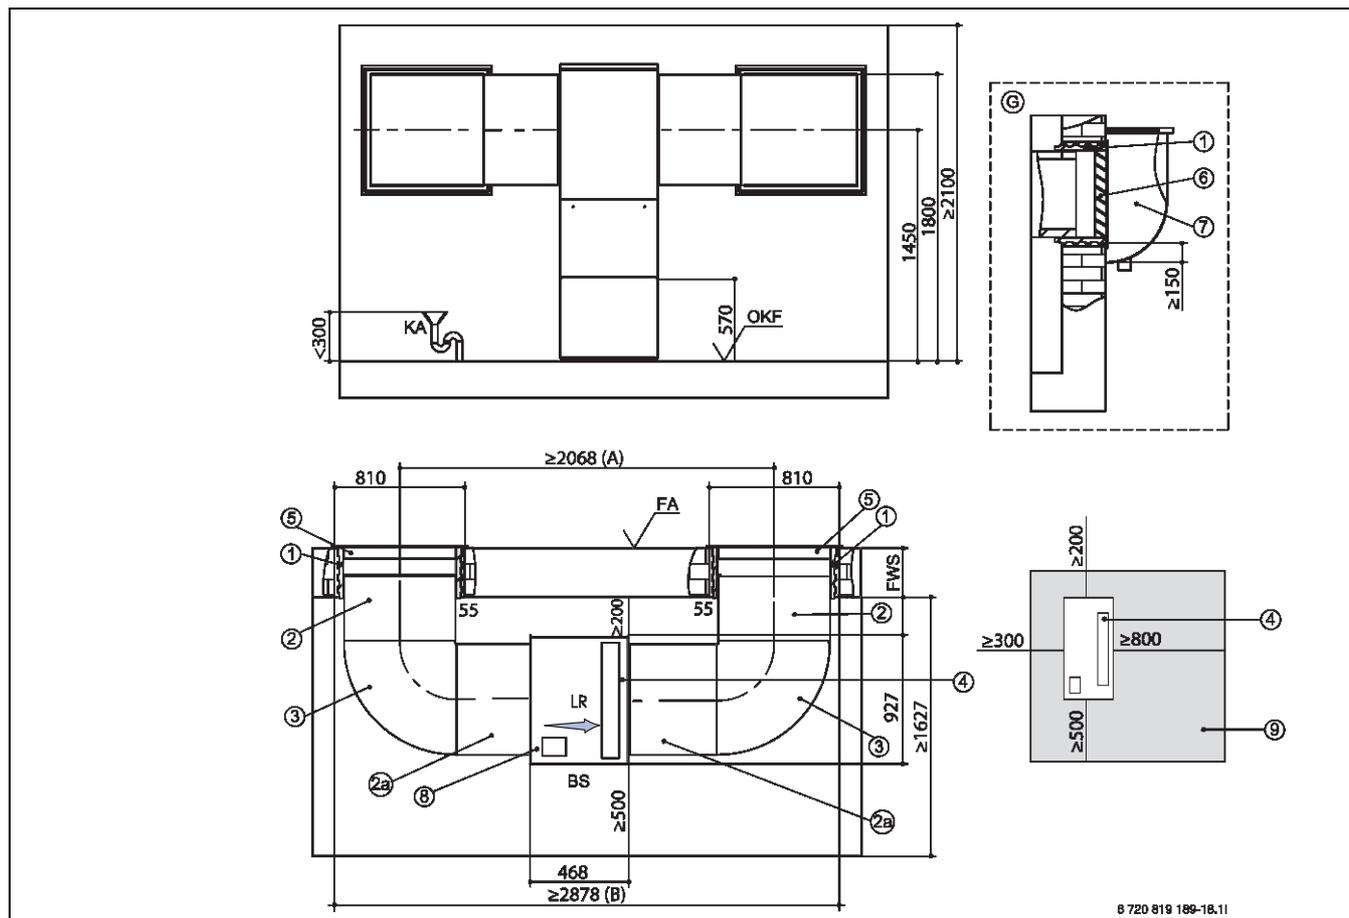

Bild 45 Kanalpläne für Luftkanalsystem für CS7000iAW 7 IR...-S/CS7000iAW 9 IR...-S (Maße in mm)
- Kann aus baulichen Gründen die Zu- und Abluftführung nur an einer Gebäudeseite erfolgen, muss ein Luftkurzschluss verhindert werden. Das erreicht man über eine Trennwand zwischen den beiden Öffnungen oder durch einen ausreichenden Abstand untereinander (→ Maß **A**, Bild 45 / 47, Seite 92 / 94).